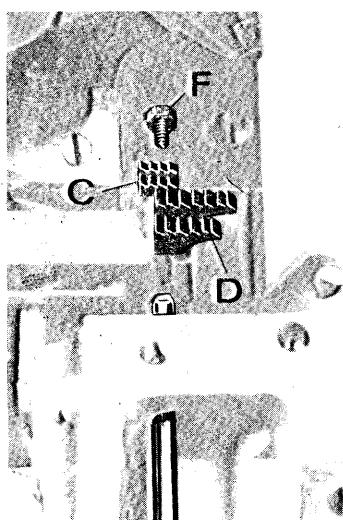

fig.11
- Montare le griffe posteriori C e D (fig. 11) e appaiare le slitte porta griffe.